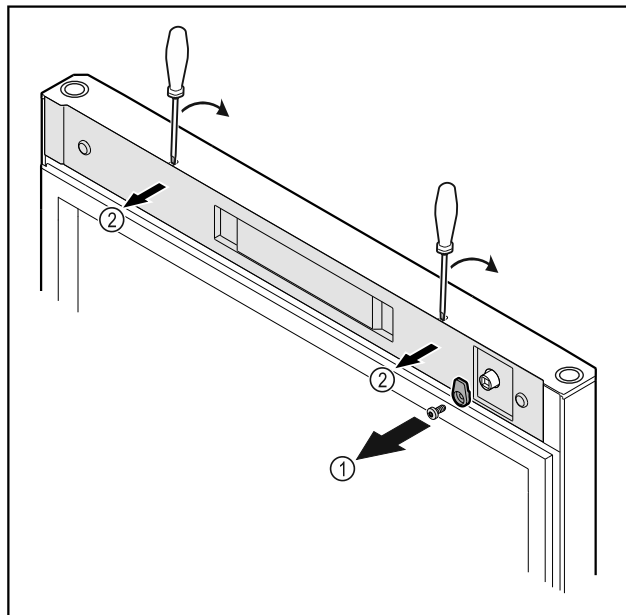

Fig. 18
- ▶ Noskrūvējiet slēgšanas āķi Fig. 18 (1).
- ▶ Atbrīvojiet un noņemiet pārsegu Fig. 18 (2) ar mazu skrūvgriezi.